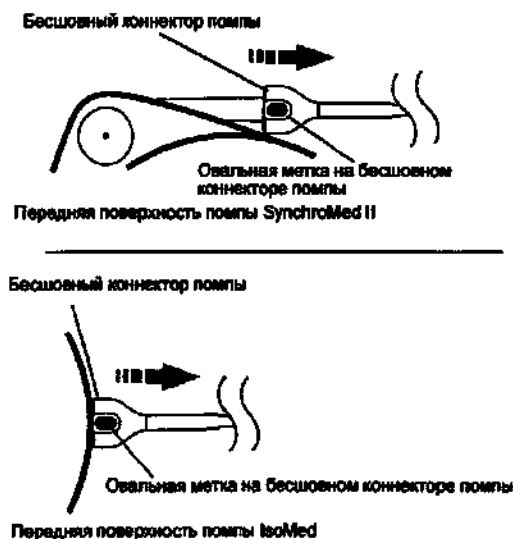

Рис. 2. Снятие бесшовного коннектора помпы.
- a. При необходимости осторожно поверните коннектор помпы таким образом, чтобы овальная метка находилась в одной плоскости с передней поверхностью помпы (Рис. 2).
- b. Расположите большой и указательный пальцы точно на овальных метках, расположенных на двух плоских поверхностях коннектора (Рис. 2).